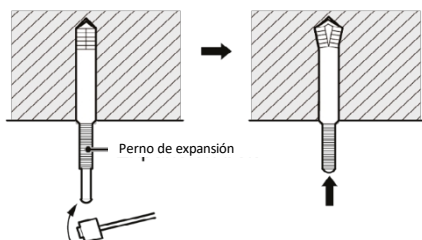

Fig. 4
- (2) Inserte el perno de expansión M10 en el orificio y, a continuación, introduzca el clavo en el perno, tal y como se muestra en la Fig. 4.